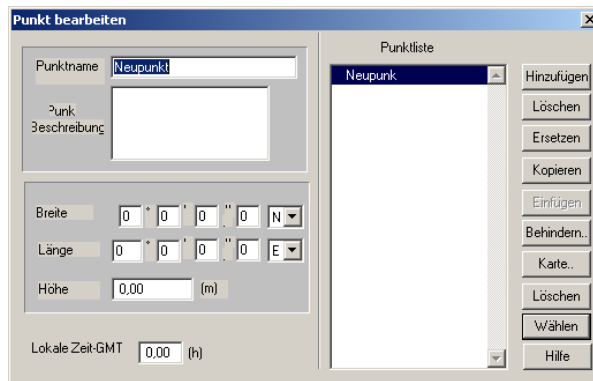

Abbildung A.6. Dialogfeld "Punkt Bearbeiten"
1. Geben Sie im Dialogfeld **Punkt Bearbeiten**, Abbildung A.6, im Feld **Punktname** einen Namen für den Punkt ein.